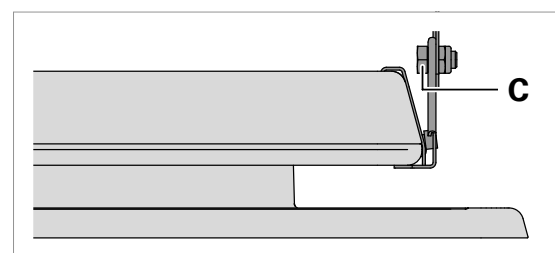

Fig. 9: Sechskantschrauben festdrehen.
- ▶ Drehen Sie die Sechskantschrauben **C** mit einem Drehmoment von **50 Nm** auf bei- den Seiten der Leuchte fest, siehe Fig. 9.